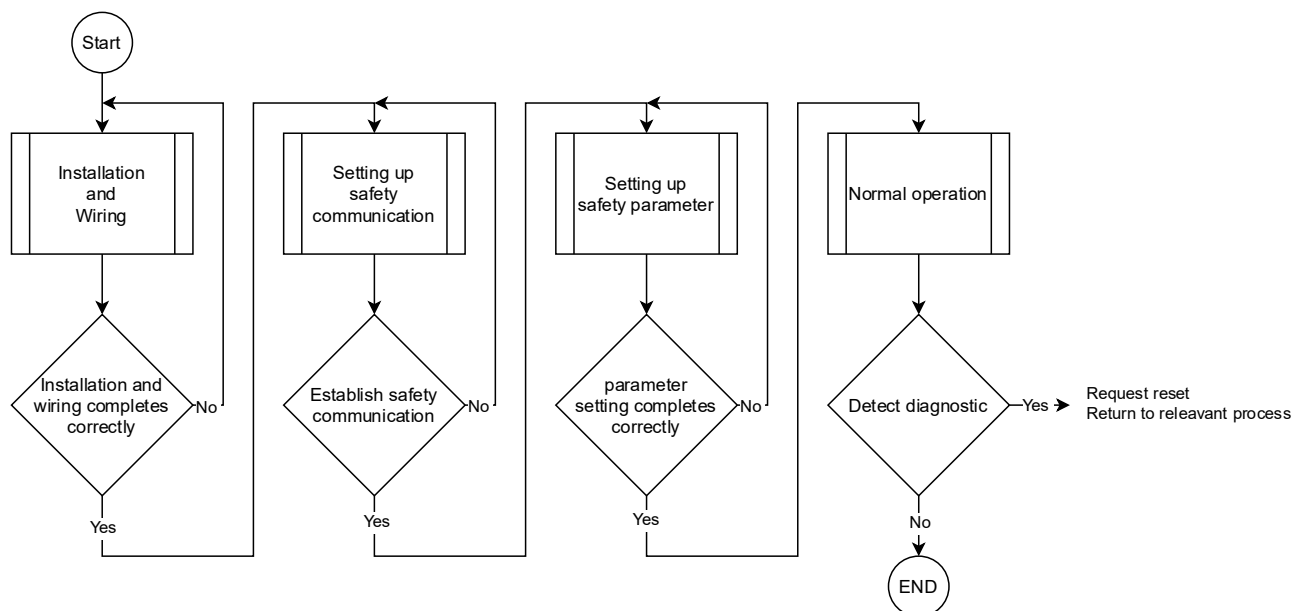

Fig. 4.1-1 フローチャート
本製品の構成に関する工程は Fig. 4.1-1 を参照ください。構成中に診断等を検出した場合、必要に応じ関連する工程に戻ってください。お客様の責任で、バルブマニホールドが意図した通りの挙動を示すか、毎回必ず確認してください。
- メンテナンス等が必要な場合は、Fig. 4.1-1、及び 6.2 トラブルシューティング を確認ください。